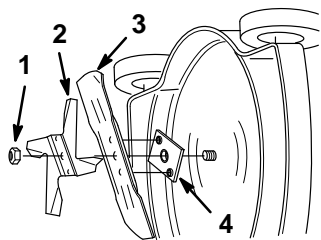

Figure 24
1. Retirer l'écrou de lame et l'hélice de paillage (Fig. 24).
2. Retirer la lame du porte-lame (Fig. 24).
1. Monter le porte-lame sur le vilebrequin (Fig. 24) si on l'avait déposé.
2. Monter la lame sur les reliefs d'entraînement du porte-lame, avec les extrémités incurvées ("pales") tournées vers le carter de tondeuse (Fig. 24).
3. Monter l'hélice de paillage dans le creux de la lame (Fig. 24).